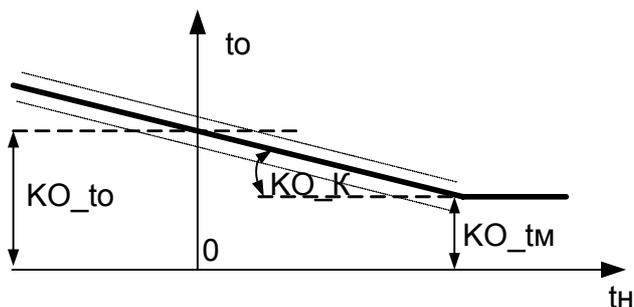

Рисунок 7 График обратного сетевого теплоносителя.
Функция позволяет ограничить обратный сетевой теплоноситель (верхний уровень) по графику в зависимости от наружной температуры. Ограничение температуры обратного сетевого теплоносителя может быть организовано от превышения температуры и от снижения температуры в соответствии с графиком, см. рисунок 7.
- е) «Ф_Робр» - при включении функции «Ф_Робр», функция «контроль обратного сетевого теплоносителя» позволяет ограничить температуру в обратном трубопроводе сверху и снизу в соответствии с графиком (см.рисунок 7) , т.е. подстроить график подающего трубопровода. Но при этом влияние на график подающего трубопровода ограничено значением «tкомп»(см. п.п.5.3.2);